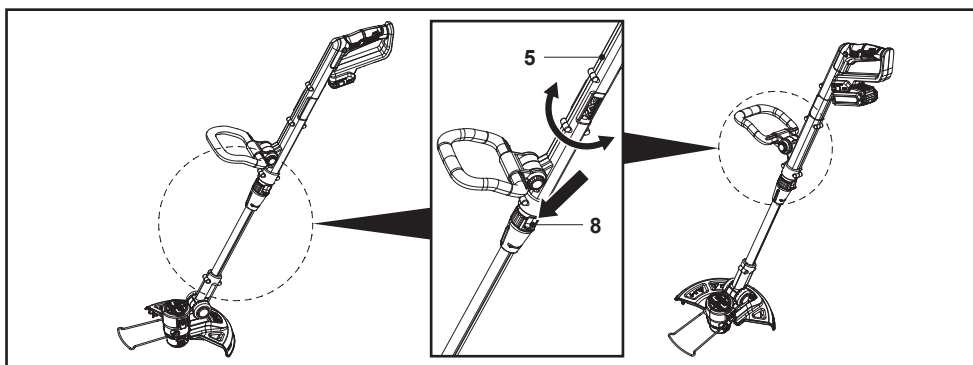

Fig. 6
**NOTA:** O cabo superior (5) pode ser ajustado para 2 posições (0°-90° para a direita).
1. Empurre para baixo o bloqueio de ajuste do ângulo (8) (Fig. 6).
2. Rode o cabo superior (5) 90° (Fig. 6).
3. Liberte o bloqueio de ajuste do ângulo (8).
4. Certifique-se de que o cabo superior (5) bloqueia no lugar.